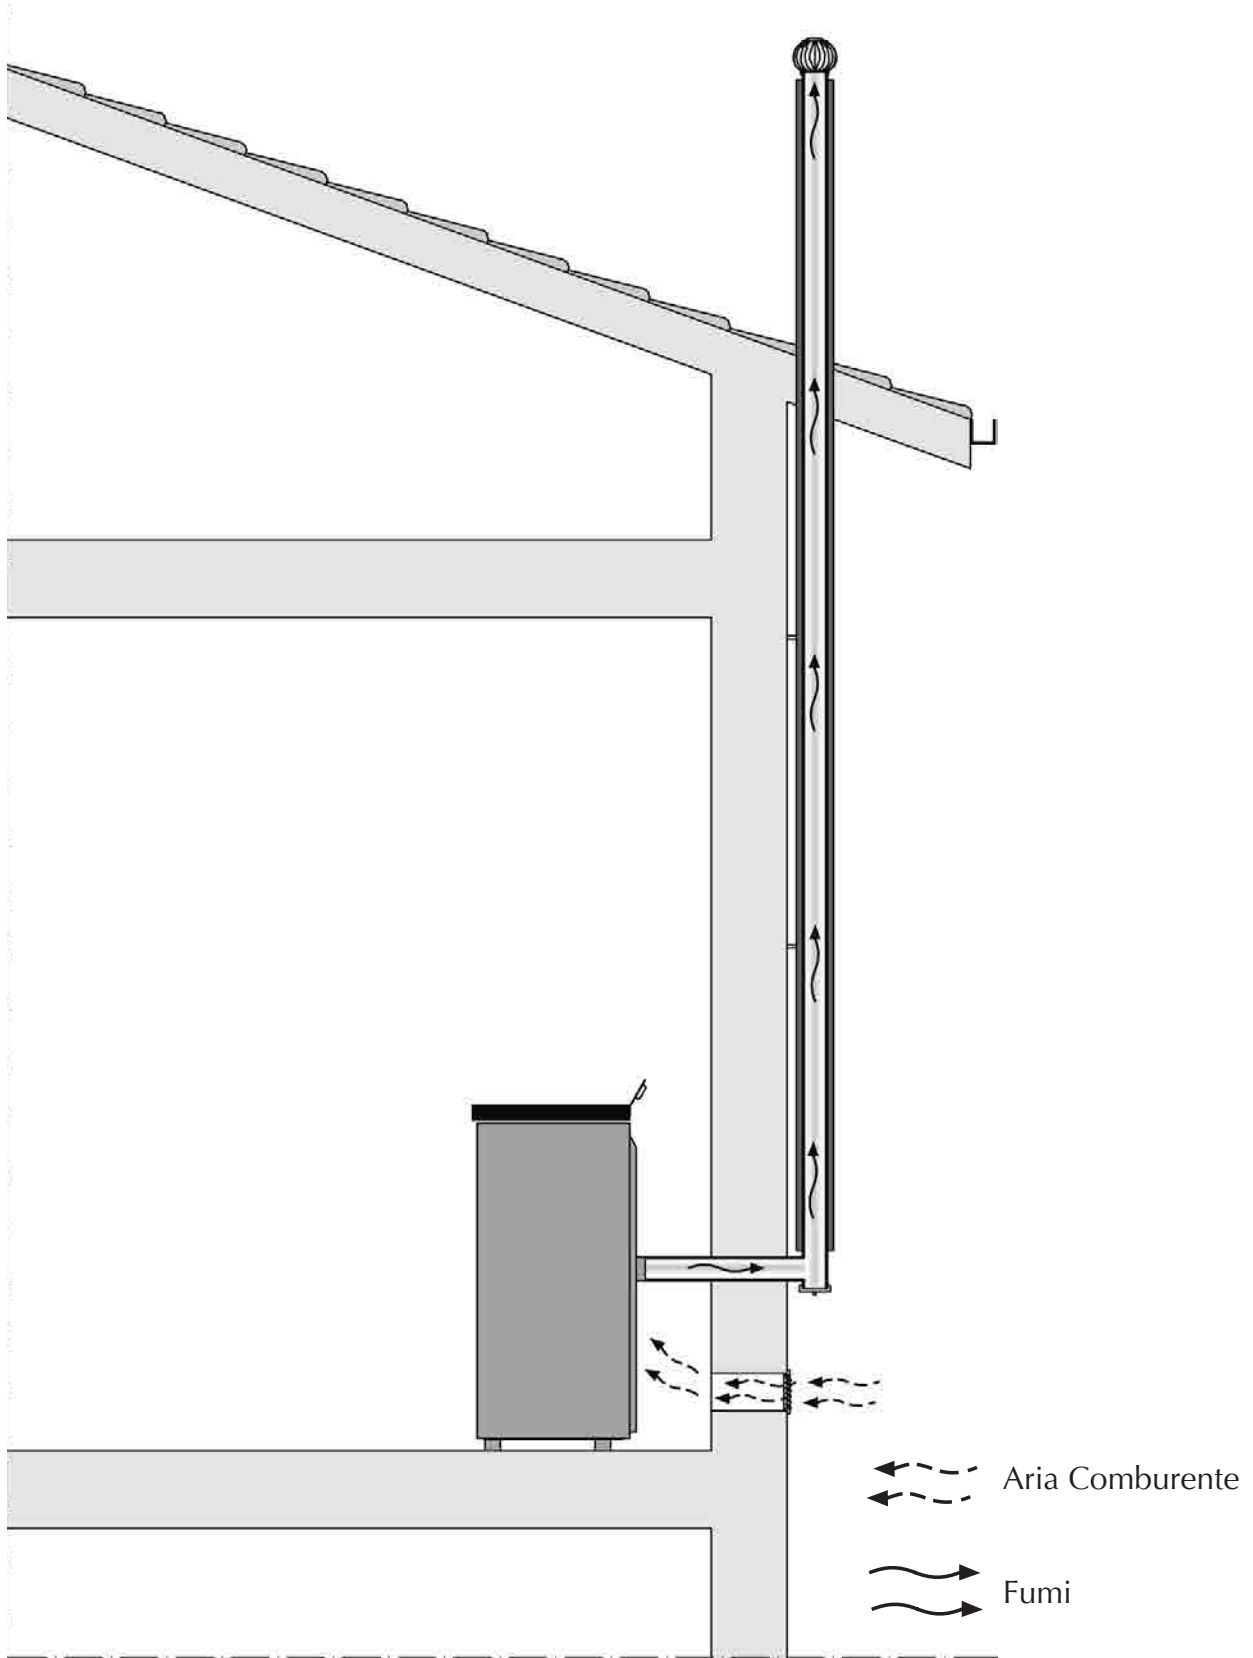

Figura 8
- Mediante condotto fumario esterno (\varnothing 80 mm) realizzato con tubo coibentato a doppia parete in acciaio inox fissato a muro (figura 8);